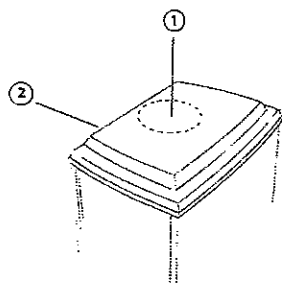
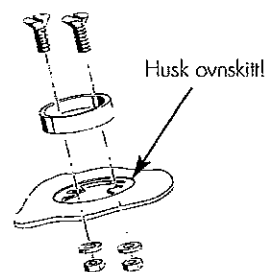
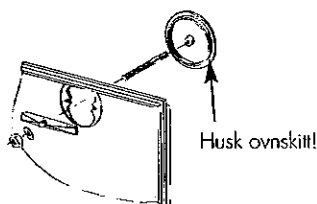

Fig. 4 Røykuttak
Fig. 5 Montering røykstuss
Fig. 6 Montering av blindlokk.
3. Løft, ikke tipp, peisovnen til oppreist stilling. Røykuttaket kan være plassert bak eller på toppen. Ildstedets plassering avgjør hvilket røykutak som skal benyttes. Se fig. 4. Røykstuss monteres som vist på fig. 5. Blindlokkene festes med pineskrue, travers (den flate siden skal vende mot blindlokket), skive og mutter. Pass på at mutteren ikke skrues for hardt til. Se fig. 6. Husk ovnskitt.